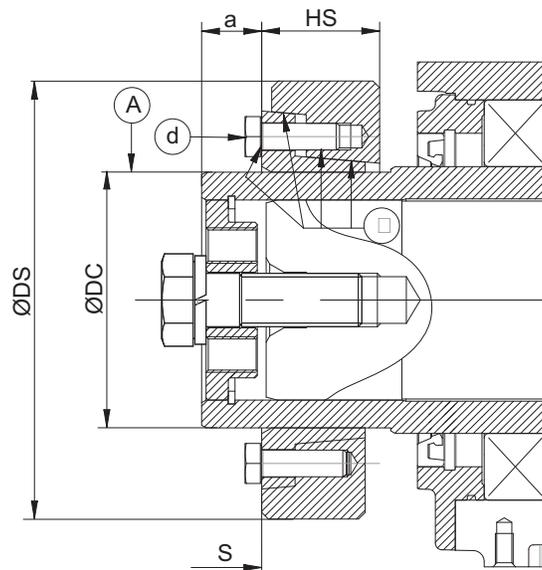

Abb. 10
- Den Kupplungssitz schmieren (Abb. 10 (s. 23) Pkt. A).
- Bei einer Instandsetzung die Kupplung ausbauen und die Bereiche „C“ mit Fett schmieren (siehe Abb. 10 (s. 23)).
- Die Kupplung in ihren Sitz an der Untersetzungsgetriebewelle einbauen, ohne die Schrauben anzuziehen, und entsprechend der Höhe „a“ positionieren (siehe Abb. 10 (s. 23)).
- Der korrekte Einbau der Kupplung kann auch per Sichtkontrolle überprüft werden, da die Stirnflächen des Innen- und Außenrings auf derselben Ebene liegen müssen (Abb. 10 (s. 23) Pkt. S).